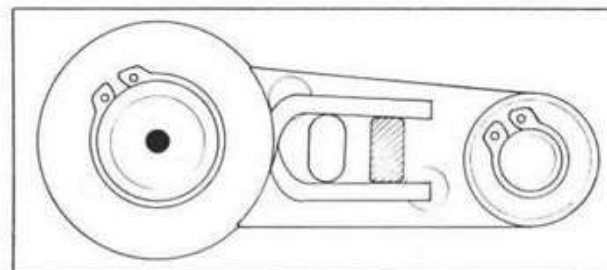

Fig. 160
**NOTA** - Entrambe le estremità della molletta del selettore devono essere in contatto sia con l'appendice della leva di comando selezionatore che con quella della piastra di fermo del meccanismo di azionamento del selettore (vedi Fig. 160).
**NOTE** - Both ends of selector spring should contact the lug of selector lever and the stopper plate peg at the same time (see Fig. 160).